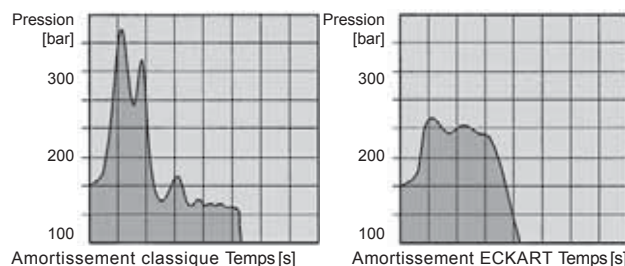

Figure 3
- L'amortissement ECKART élimine les pics de pression, souvent synonymes de casse avec les systèmes d'amortissement traditionnels (voir figure 3).
L'axe de commande SZ (figure 3 ; page 84) permet de fixer la (ou les) came(s) Z5 ou tout autre élément de commande. Il se visse à l'extrémité de l'arbre dans le trou taraudé prévu à cet effet. Il peut être rajouté ultérieurement. Cet axe n'est pas prévu pour transmettre un couple ou servir de réglage d'angle.
Le came Z5 (figure 3 ; page 84) se fixe sur l'axe de commande SZ. Il sert à la commande de capteurs de position. Si 2 capteurs sont nécessaires, le deuxième levier est placé à l'opposé du premier. Chaque levier peut être réglé indépendamment.